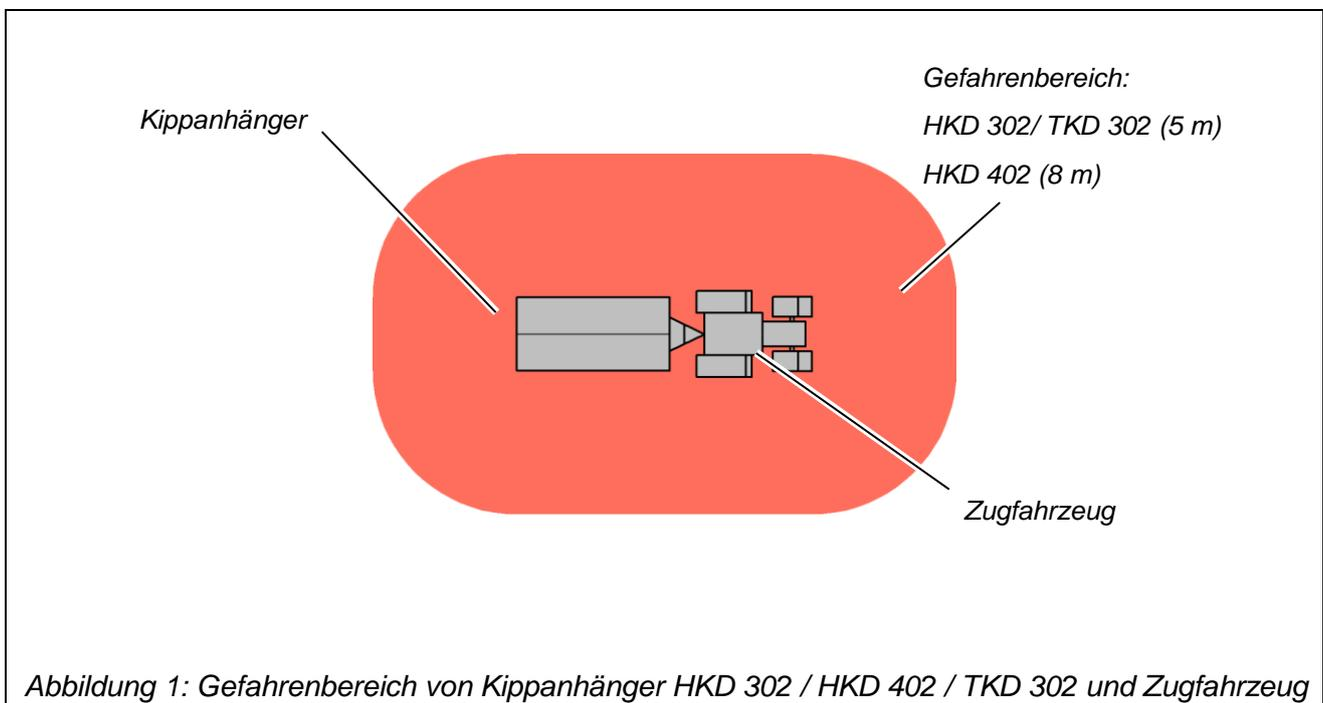

Abbildung 1: Gefahrenbereich von Kippanhänger HKD 302 / HKD 402 / TKD 302 und Zugfahrzeug
- Beim Kippen der Kippbrücke darf sich niemand im Gefahrenbereich aufhalten (siehe Abbildung 1, Seite 18).
Der Gefahrenbereich um den Kippanhänger HKD 302 / HKD 402 / TKD 302 und das Zugfahrzeug (siehe Abbildung 1).